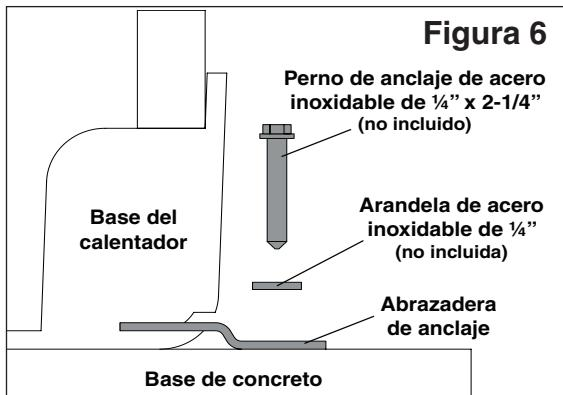

Figura 6
7. Introduzca un perno de anclaje en cada abrazadera y ajústelo bien para fijar la abrazadera y el calentador a la base para equipos. Vea la **Figura 6**.